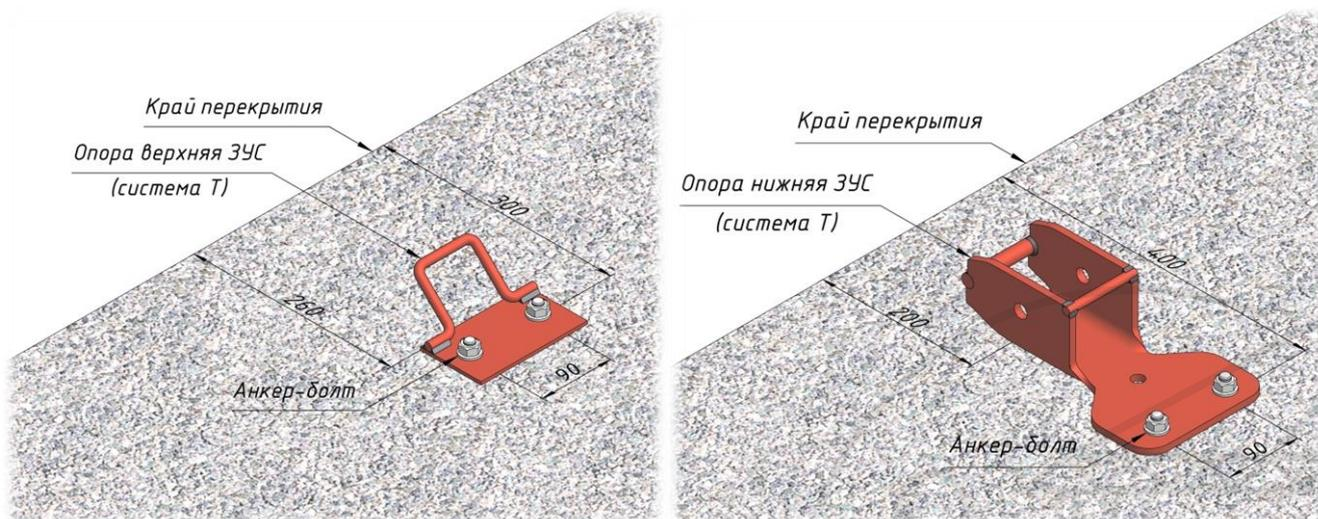

Рисунок 1
2. Разметка и сверление отверстий в перекрытиях. Разметка мест установки опор на междуэтажных перекрытиях производится с использованием рулетки или метра складного, после чего перфоратором сверлятся отверстия на глубину 90 мм диаметром 12 мм. Далее устанавливаются и закрепляются опоры на перекрытия с помощью анкерных болтов (рис. 1);